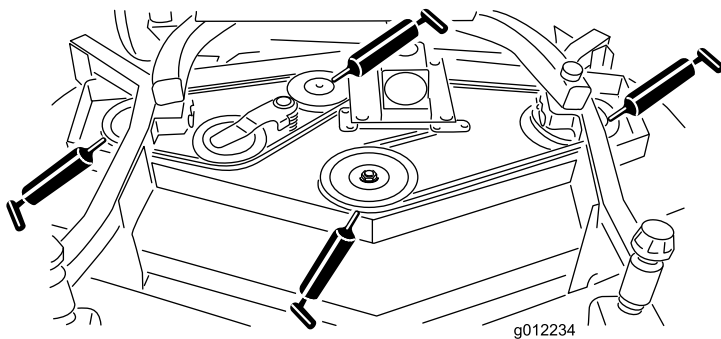

Figura 19
- Cojinetes del eje (3) (situados debajo de la polea) (Figura 19).
- Cojinetes del eje del brazo tensor (Figura 19)